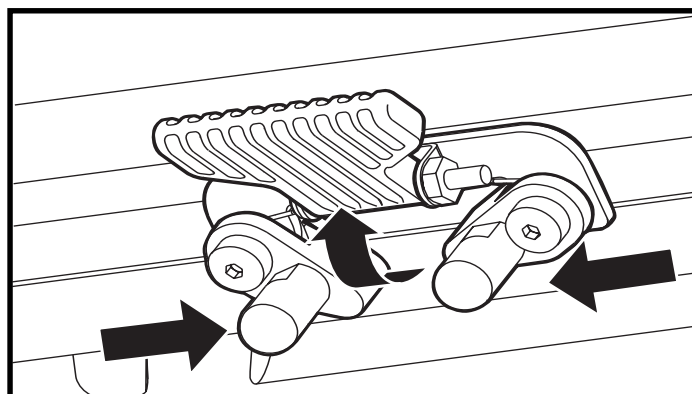

Figure 12. Hauteur du siège - Loquet de sécurité
4. Relevez le loquet de sécurité. Voir la figure 12.